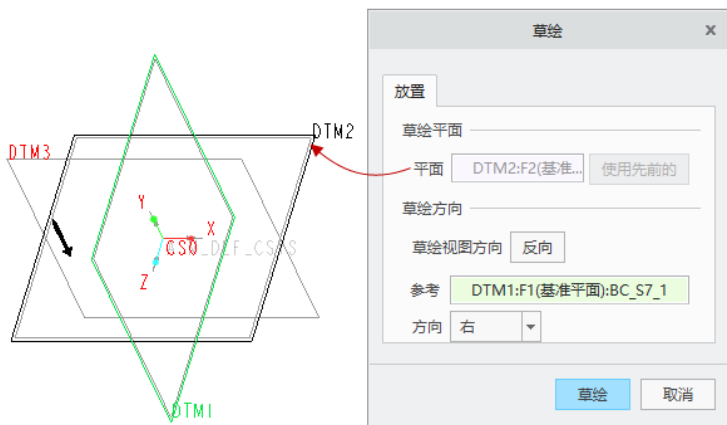

图 7-10 定义草绘平面及草绘方向
(1) 在功能区的“模型”选项卡中单击“形状”组中的 （拉伸）按钮，打开“拉伸”选项卡。
(2) 在“拉伸”选项卡中打开“放置”面板，接着从该面板中单击“定义”按钮，弹出“草绘”对话框。选择 DTM2 基准平面作为草绘平面，默认的草绘方向参考为 DTM1 基准平面，方向选项为“右”，如图 7-10 所示，然后单击“草绘”对话框中的“草绘”按钮，进入草绘器。